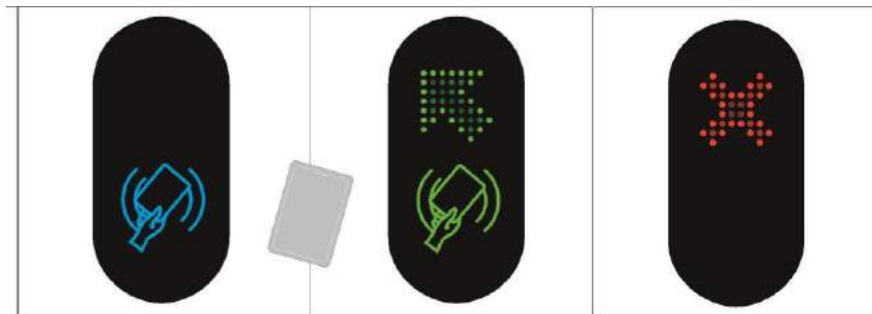

Рис. 6 - Отображения статуса турникета на индикации
1.4.2.2 Статус турникета отображает плата индикации **4** вмонтированная в каркас калитки. Светящаяся синяя индикация (Рис. 6) означает исходное состояние турникета. При попытке несанкционированного прохода красная индикация начинает мигать, включается звуковой сигнал на пульте управления. При поступлении команды открыться, индикация изменяется на зеленую со стороны разрешенного прохода. Если попытка несанкционированного прохода происходит при открытых поворотных панелях **10**, то панели закроются, если в зоне поворота панелей нет никаких преград.